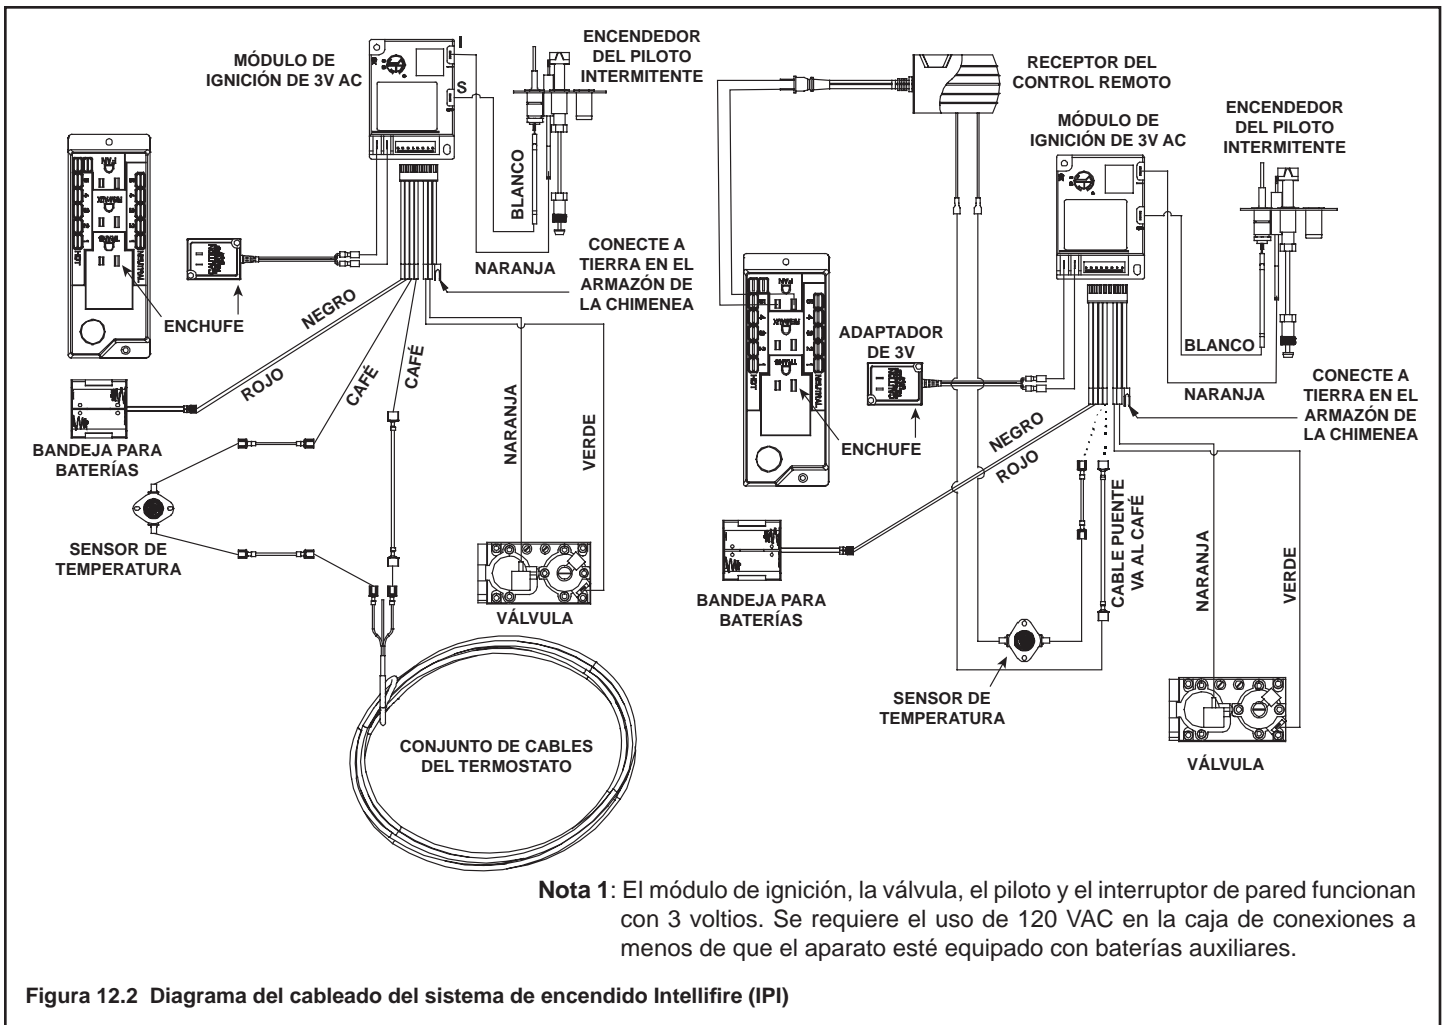

Figura 12.2 Diagrama del cableado del sistema de encendido Intellifire (IPI)
- Consulte la Figura 12.2, Diagrama del cableado del sistema de encendido Intellifire (IPI).